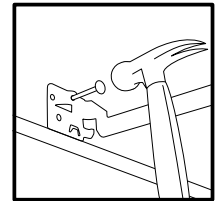

Figure 2
Step 1. Extend bar hangers to fit between joists or wall studs. Position fixture to ensure front face of housing is flush or slightly recessed to finished surface or ceiling. Secure fixture by hammering Real-Nails® into joists or wall studs (Fig. 2). (*Note: Bar hanger may be shortened to fit 12" framing or smaller by breaking at score lines*)
Paso 1. Extienda las barras de suspensión para que encajen entre las viguetas o montantes. Posicione el accesorio de iluminación de modo que la cara frontal del alojamiento quede a ras o ligeramente embutida en la superficie o cielo raso terminados. Sujete el accesorio martillando Real-Nails® en las viguetas o montantes de la pared (Fig. 2). (Nota: La barra de suspensión se puede acortar para adaptarla a entramados de 30 cm (12") o más pequeños cortándola en las líneas punteadas).
Étape 1. Allonger les barres de suspension entre les solives ou les poteaux de cloison, Positionner le luminaire pour faire en sorte que la face du boîtier affleure ou soit légèrement en retrait par rapport à la surface ou au plafond fini. Assujettir le luminaire à l'aide de Real-Nails® dans les solives ou les poteaux de mur Fig. 2). (*Remarque: La barre de suspension peut être raccourcie pour s'adapter à un cadrage de 30 cm (12 po) ou moins en la brisant au niveau des lignes de rupture.*)